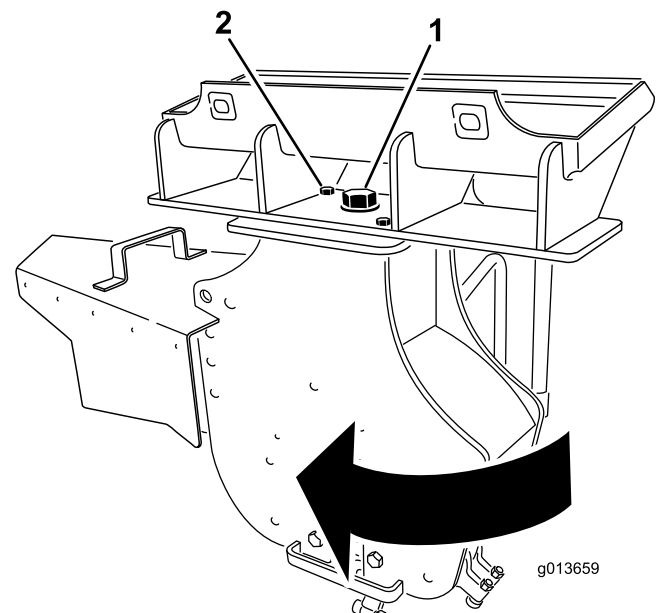

Figura 10
3. Allentate il bullone grande situato sopra la trinciatrice (Figura 10).
4. Rimuovete il bullone e il dado anteriori che fissano la trinciatrice (Figura 10).
5. Ruotate la trinciatrice di 30 gradi in senso orario (Figura 10).
6. Serrate il bullone grande sopra la trinciatrice a una coppia di 406 Nm (Figura 10)
7. Montate il bullone e il dado nel foro anteriore e serrateli a una coppia di 101 Nm (Figura 10).
12. Allentate il bullone grande situato sopra la trinciatrice (Figura 10).
13. Rimuovete il bullone e il dado anteriori che fissano la trinciatrice (Figura 10).
14. Ruotate la trinciatrice di 30 gradi in senso antiorario (Figura 10).
15. Serrate il bullone grande sopra la trinciatrice a una coppia di 406 Nm (Figura 10).
16. Montate il bullone e il dado nel foro anteriore e serrateli a una coppia di 101 Nm (Figura 10).